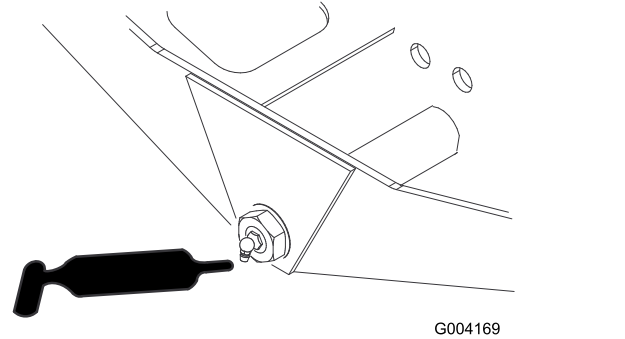

Figura 67
- Pivote de dirección del eje (1) (Figura 67)